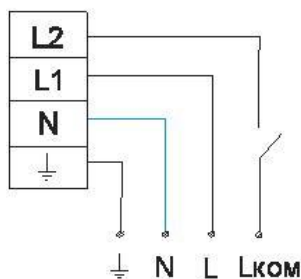

Рис.2
- 3.3 Если предполагается управлять лампой рабочего освещения, то удалите переключку L1-L2, и присоедините фазовый провод коммутируемой сети к клемме L2 (см. рис. 2).